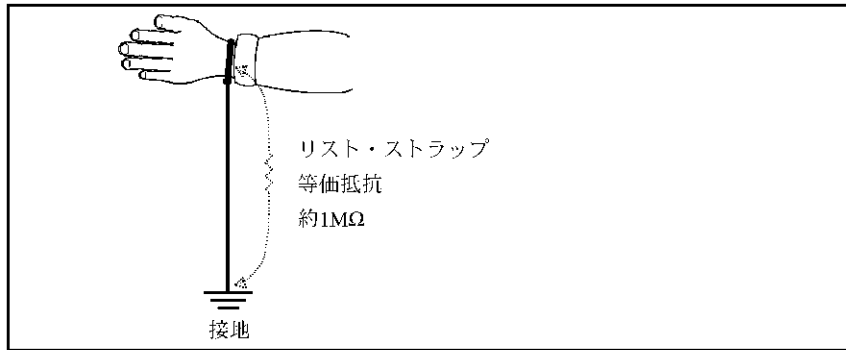

図 1-3 人体の静電気対策
- 人体： リスト・ストラップの装着 (図 1-3 を参照)